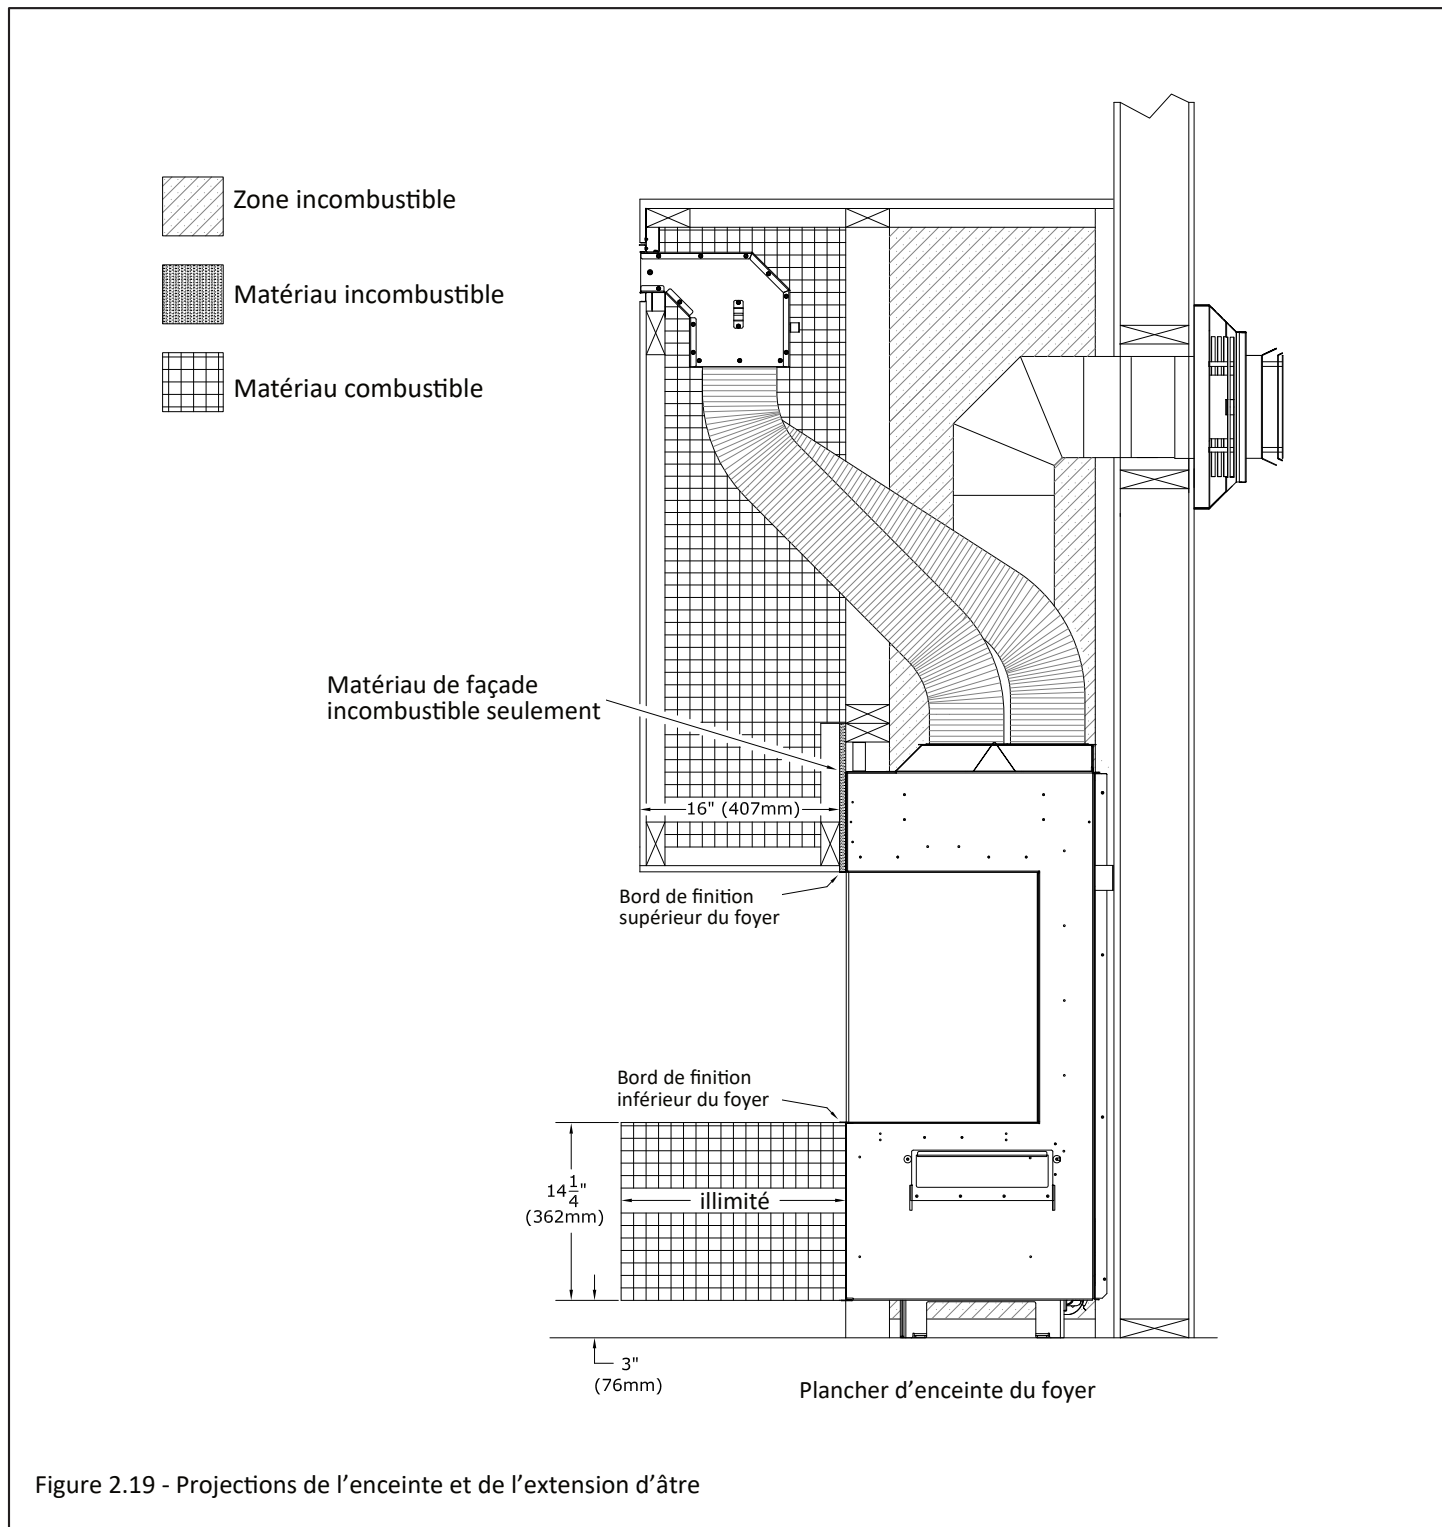

Figure 2.19 - Projections de l'enceinte et de l'extension d'âtre
- **Projection d'enceinte combustible:** Une projection d'enceinte maximum de 16 po (406 mm) peut être installée à 0 po (0 mm) des bords de finition supérieurs situés à l'avant et au côté du foyer. Voir la Figure 2.19.
La Figure 2.19 montre le kit KZK installé dans une projection d'enceinte ayant 16 po (406 mm) de projection à l'avant du foyer. Cette projection de 16 po (406 mm) peut aussi s'appliquer à toute projection d'enceinte au côté du foyer.